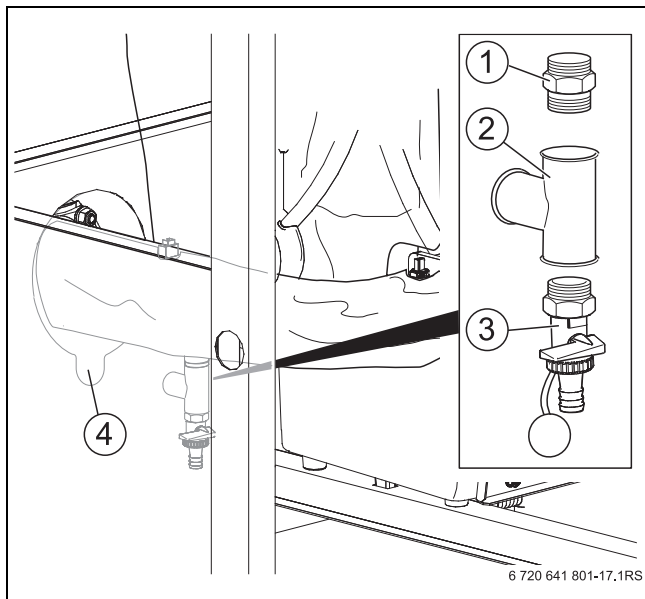

Fig. 17 Collegamento vaso di espansione
Per la protezione di una singola caldaia, può essere adattato un vaso di espansione (accessorio) sul tubo di ritorno secondo EN 12828. Allo scopo è necessario applicare (a cura del committente) sul ritorno una T e un doppio nipplo (→ fig. 17, [2] e [1], pag. 18).
- Smontare il rubinetto di scarico del ritorno (→ fig. 17, [3], pag. 18).